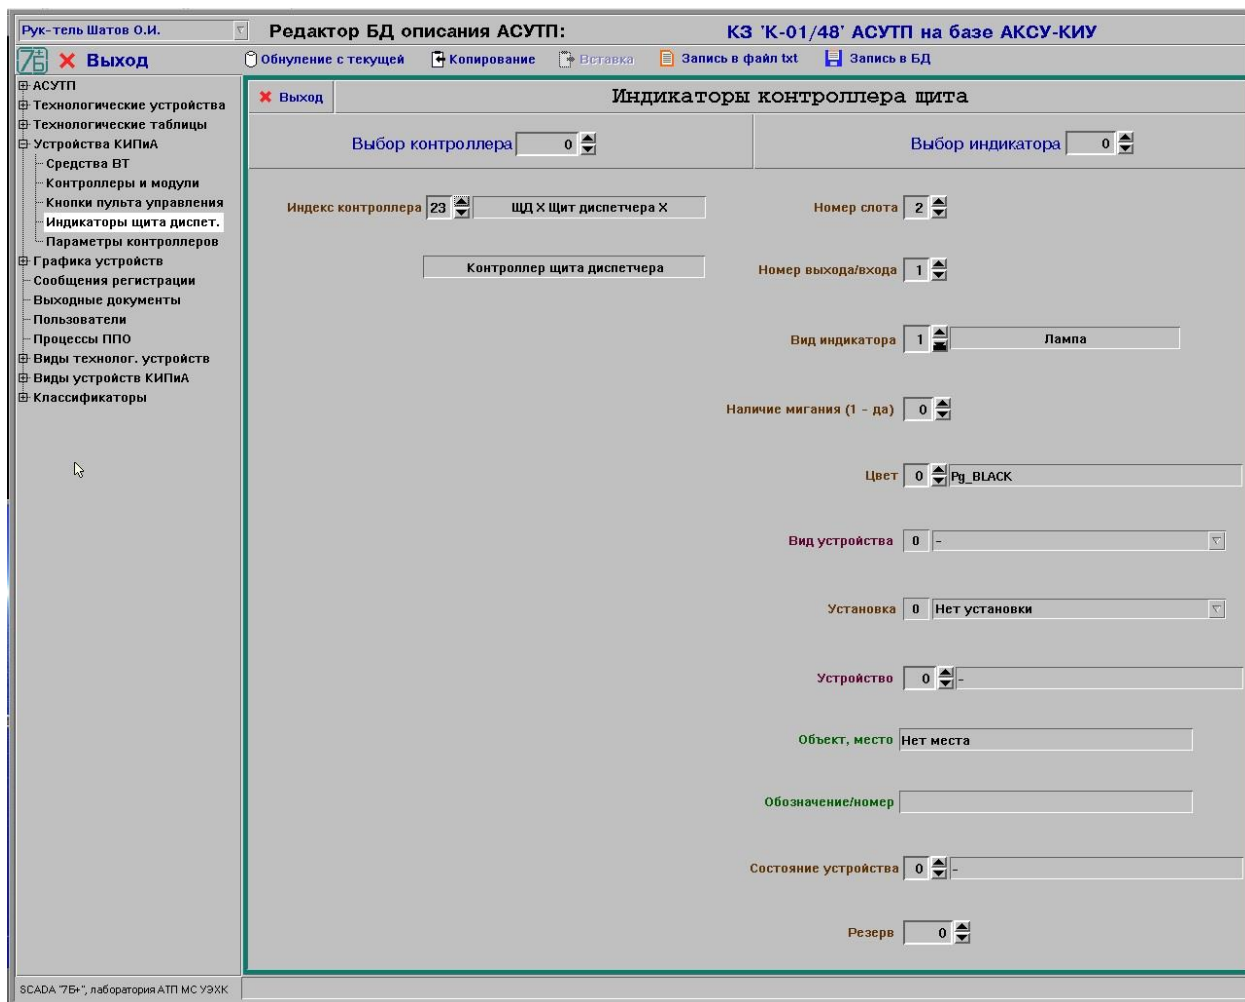

Рисунок 49 - Окно редактирования описания индикаторов щита диспетчера
8.22.9 В окне редактирования имен источников команд (см. рис. 49) должны быть определены следующие источники (при наличии в АСУТП):
8.25.1 После выбора в иерархическом списке темы «Индикаторы щита диспетчера» (группа тем «Устройства КИПиА») на экране будет отображено окно редактирования описания индикаторов щита диспетчера (см. рис. 49).
8.25.2 В окне редактирования описания индикаторов щита (см. рис. 49) отображаются следующие параметры контроллера, записанные в БД, и которые может откорректировать пользователь: